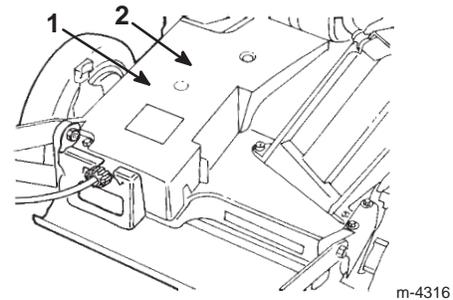

Figure 32
2. Raccordez un pistolet à graisse au graisseur dans l'ouverture du carter de courroie (Fig. 32).